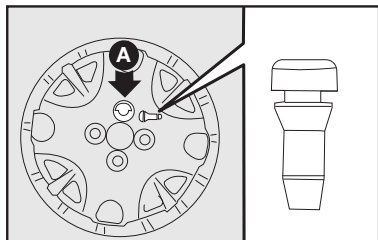

fig. 14
8) Colocar a calota cuidando para que o símbolo , na parte interna, fique em correspondência com a válvula, e dessa maneira o furo maior da calota **A**—fig. 14 passe pelo parafuso já fixado.